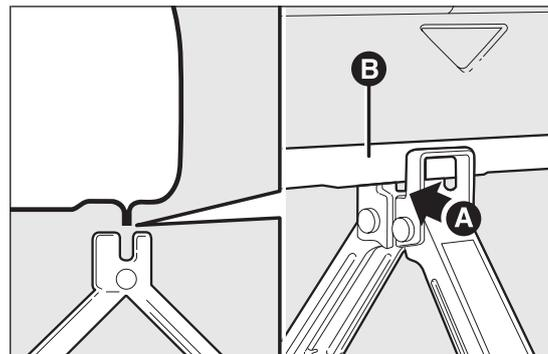

fig. 131
- azionare il cric in modo da distenderlo fino a quando la scanalatura A fig. 131 del cric si inserisce correttamente sul profilo inferiore B ricavato sul